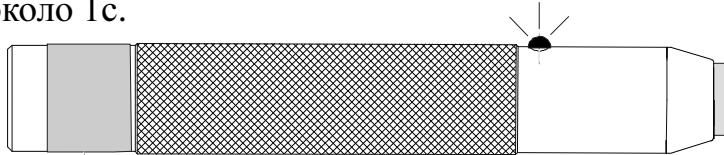

Рис.4.
- световая индикация оповестит пользователя об удачном касании точки контроля(Рис.4). Если точка контроля записана в память светодиодный индикатор непрерывно горит около 1с.